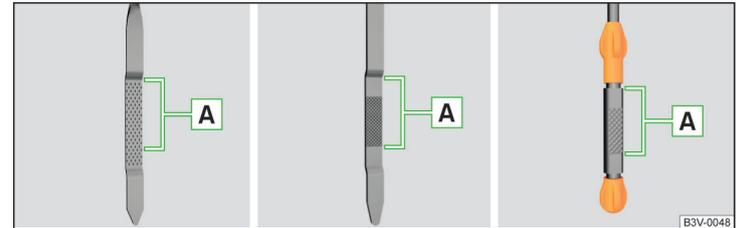

Fig. 154 Imagen esquemática: Varilla de medición de aceite
### Varilla de nivel de aceite » fig. 154
- El nivel de aceite no debe estar nunca sobre o debajo de la zona **A** » fig. 154. ¡Existe riesgo de daños del motor, así como en el sistema de gases de escape!